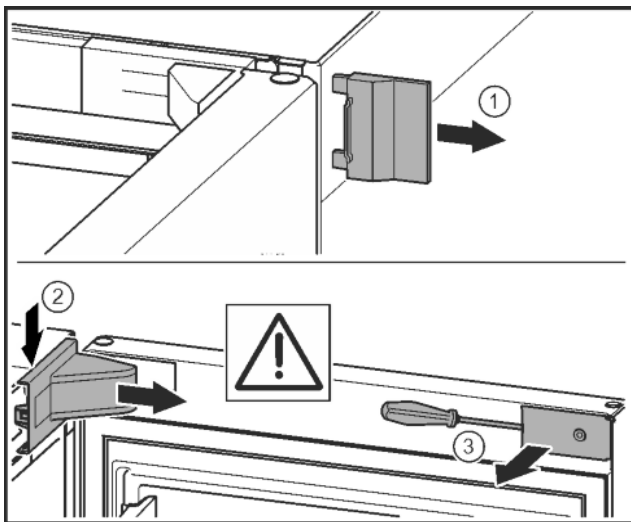

Fig. 10\*
- ▶ Äußere Abdeckung abnehmen. Fig. 10 (1)\*
- ▶ Lagerbockabdeckung ausrasten und lösen. Lagerbockabdeckung abnehmen. Fig. 10 (2)\*
- ▶ Blende mit Schlitzschraubendreher ausrasten und zur Seite schwenken. Fig. 10 (3)\*